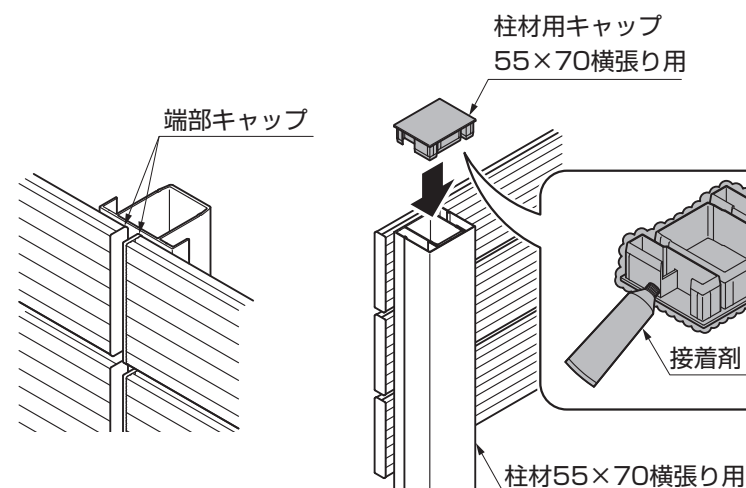

図4-17
- 横方向へ連続させる場合は、図4-17を参照してください。